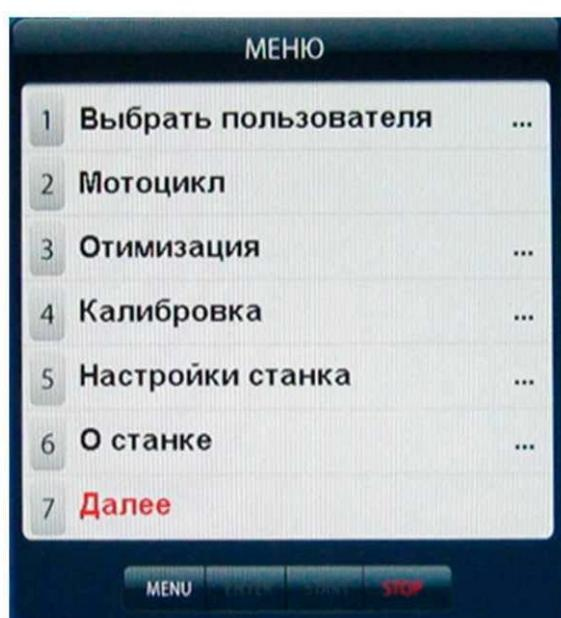
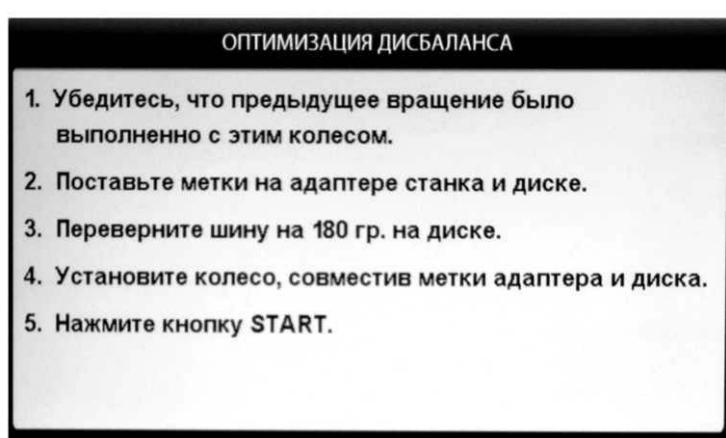
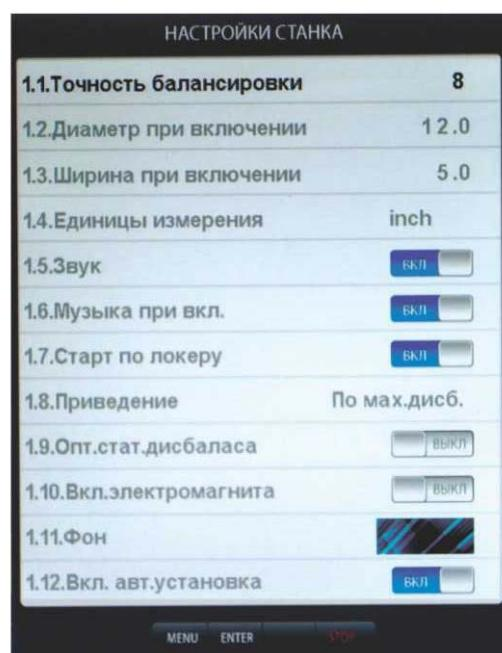

рис.15.1.
рис.15.2
рис.17.1
15.2. Для входа в программу «Opt» нажмите кнопку «MENU» после чего на экране монитора появится окно (рис.15.1). Далее выбрать программу «Оптимизация», нажав кнопку 3, после чего на экране монитора появится окно (рис.15.2). Далее выполните операции согласно указаниям в окне (рис.15.2).
15.3. После выполнения п.5 в окне (рис.15.2) на экране монитора появится окно
16.2.1. Нажмите кнопку «MENU». На экране появится окно MENU (рис.15.1), нажмите кнопку 7 «Далее» на экране появится окно второй страницы MENU (рис.16.1). Выберите «Дополн. настройки», нажав кнопку 2, на экране откроется окно «Настройки станка» (рис.16.2). Нажмите кнопку 1 «Имена операторов» на экране откроется окно «Выбрать пользователя» со списком операторов, (рис.16.3).
Программное обеспечение СБ содержит целый ряд параметров, позволяющих максимально приспособить СБ к потребностям потребителя. Для настройки параметров нажмите кнопку «MENU» на экране монитора появится окно MENU (рис.15.1). Нажмите кнопку 5 «Настройки станка» на мониторе появится окно настроек (рис.17.1).